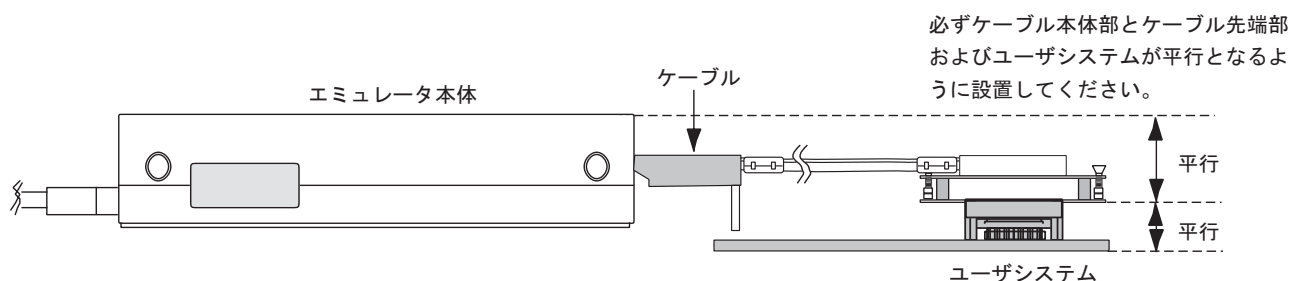

図11 設置例
- (1) ユーザシステムへの接続時には1ピン位置に十分注意して、誤接続は絶対にしないでください。
- (2) 本ユーザシステムインタフェースケーブルを使用する場合の推奨マウントパッド寸法は、MCU実装用マウントパッド寸法とは異なりますので注意してください。
- (3) 本ユーザシステムインタフェースケーブルは、HS3664EPI61HおよびHS3664EPI62Hエミュレータ専用ですので、他のエミュレータ本体には使用しないでください。
- (4) ケーブル本体部が断線する可能性がありますので、本ユーザシステムインタフェースケーブルの上に重いものや金属等の角の尖ったものを置かないでください。
- (5) ユーザシステムに接続した状態では、ユーザシステムインタフェースケーブル、特にケーブル先端部に無理な力が加わらないように注意する必要があります。図11の設置例を参照してご使用ください。